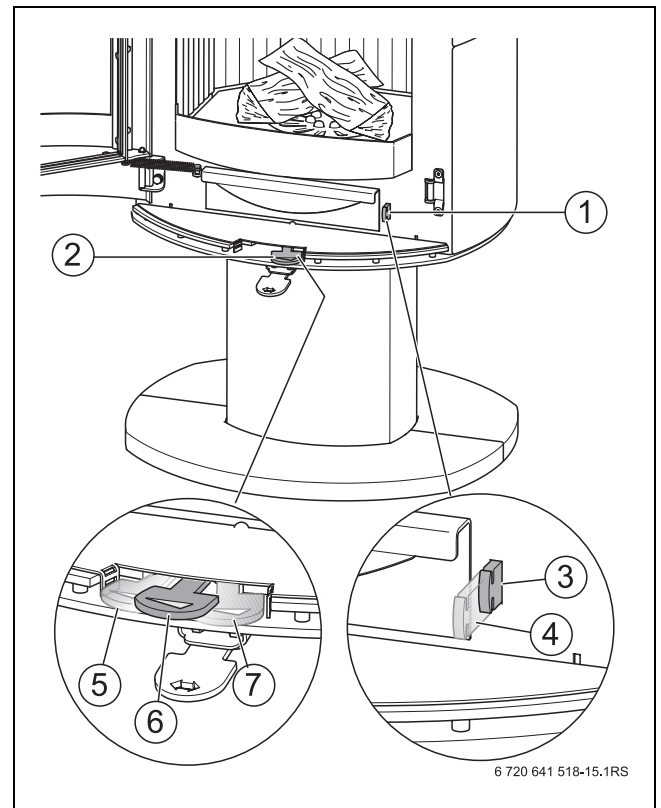

Bild 4 Verbrennungsluft- und Rüttelrostschieber
Der Verbrennungsluftschieber (→ Bild 4, [2], Seite 9) dient zur Einstellung von Primär- als auch Sekundärluft. Von links bis zur Mitte öffnet sich zuerst die Sekundärluft. Sie ist erforderlich für eine saubere Verbrennung und eine saubere Scheibe.
Der Rüttelrostschieber (→ Bild 4, [1], Seite 9) kann zur Regulierung der Primärluftzufuhr (Verbrennungsluftzufuhr) eingesetzt werden.
Der Rüttelrostschieber bleibt eingeschoben (→ Bild 4, [3], Seite 9).
- ▶ Wenn der Brennstoff bis auf die Glut herabgebrannt ist, keine Flammen sichtbar sind, Verbrennungsluftschieber schließen (→ Bild 4, [5], Seite 9). Die Glut brennt mit Mindestluft langsam ab.